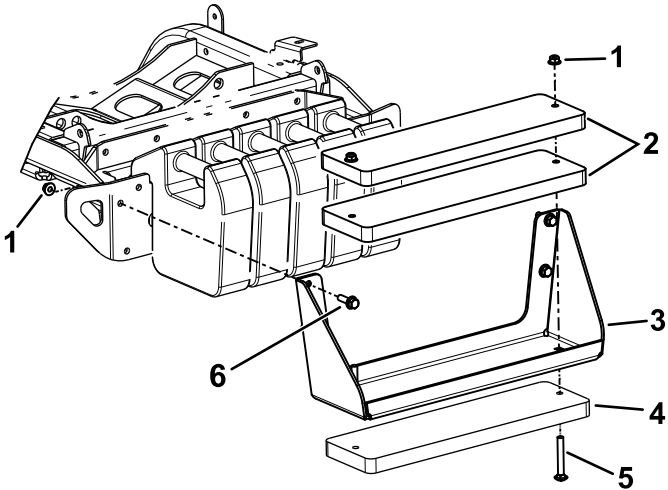

Figura 20
Nota: Consulte estos pasos en la Figura 20.
- A. Utilice los pernos (3/8" x 4") y las tuercas (3/8") para sujetar los 3 pesos al soporte (Figura 20).
- B. Utilice los pernos de cabeza hexagonal y las tuercas (incluidos en el kit) para sujetar el soporte de los pesos a la máquina (Figura 20).
- A. Retire el soporte de los pesos de la máquina (Figura 20).
- C. Utilice los pernos (3/8" x 4") y las tuercas (3/8") para sujetar los 3 pesos al soporte (Figura 20).
- D. Utilice las fijaciones que retiró anteriormente para sujetar el soporte de los pesos a la máquina (Figura 20).